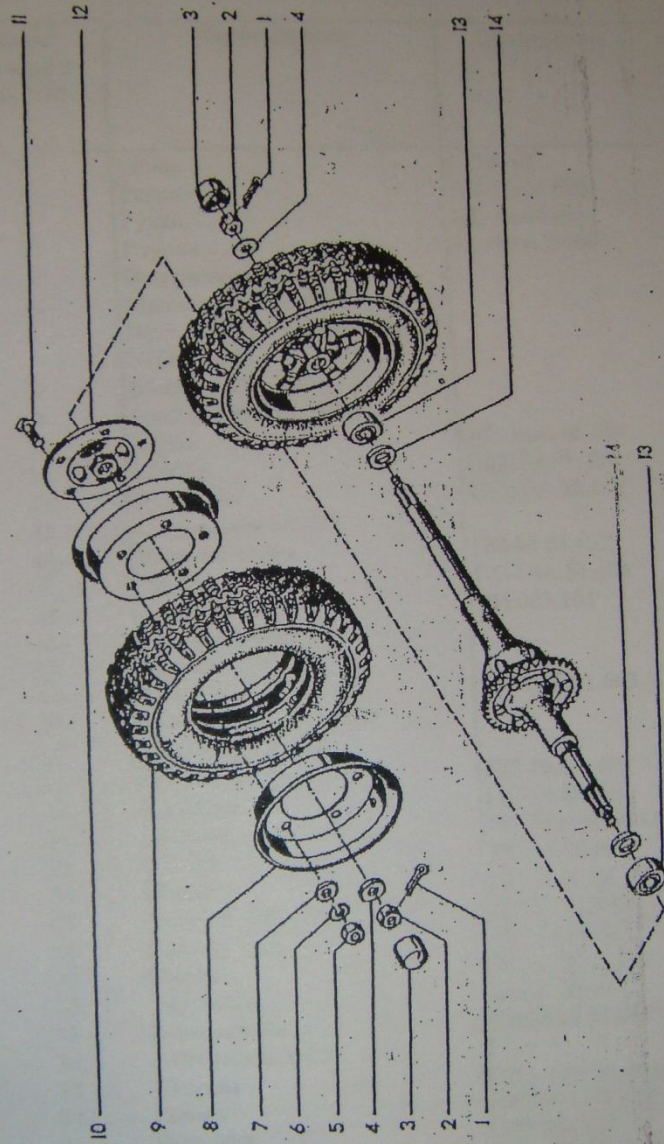

Рис. 3.14
3.12- Ведущий мост (рис. 3.14) с дифференциалом (рис 3.15) является опорой рамы и служит для передачи крутящего момента от коробки передач (рис.3.16) на ведущие колеса.